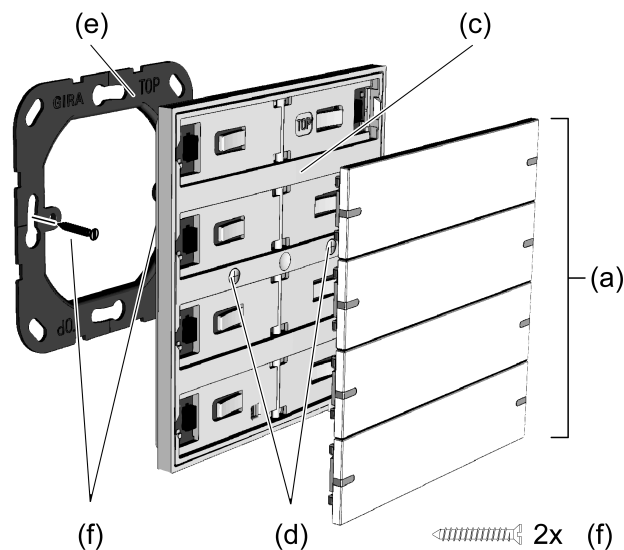
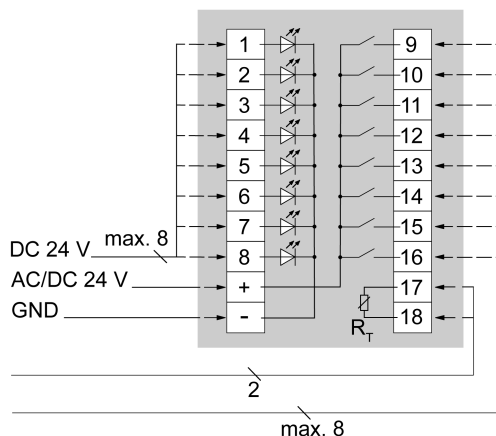

Imagen 2: Montar el aparato
Imagen 3: Conexión sensor de tecla cuádruple
Vista explosionada (Imagen 2)
Montaje y conexión del aparato (Imagen 2), (Imagen 3)
- Conectar el sensor de tecla (c) según (Imagen 3)